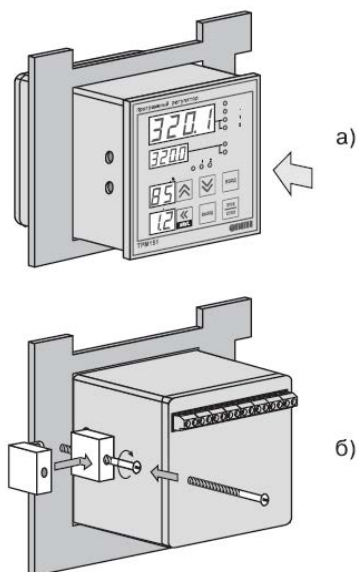

Рисунок 7.2 – Установка прибора щитового крепления
- 1 Вставьте прибор в специально подготовленное отверстие на лицевой панели щита (см. Приложение А и рисунок 7.2, а).
- 2 Вставьте фиксаторы из комплекта поставки в отверстия на боковых стенках прибора (рисунок 7.2, б).